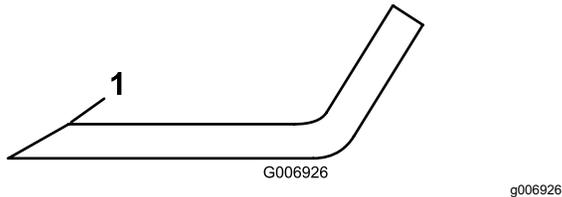

图 74
4. 检查所有刀片的刀刃。如果刀刃变钝或出现裂口则应打磨刀刃只打磨刀刃的边缘保持最初的切割角度以保证锋利度图 74。